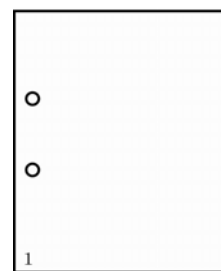

図1
- ・ もし、何らかの理由で簿冊から資料を抜き出す場合、または順番を変える場合は、ページの左下（綴じ側の下）に2B以上の鉛筆で小さく番号を付けておき、元の簿冊の中に戻す時に消しゴム※1で消しておく。（図1）